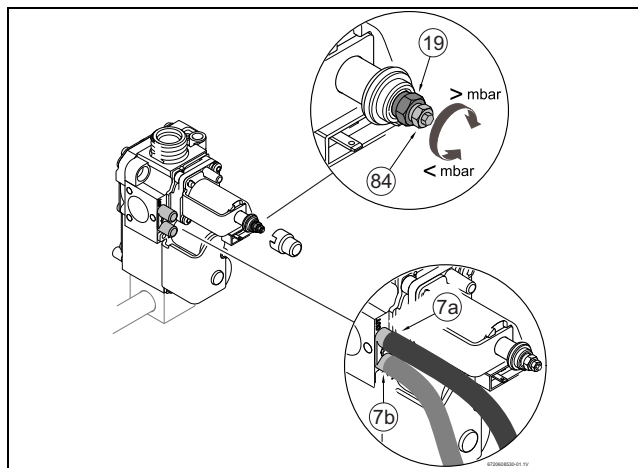

Рис. 22 Газовая арматура
- ▶ Снять опломбированный колпачок винта для установки газа (19) (см. рис. 22).
- ▶ Для котлов, использующих природный газ: установочным винтом (19) установить максимальный расход газа (см. таб. 8).